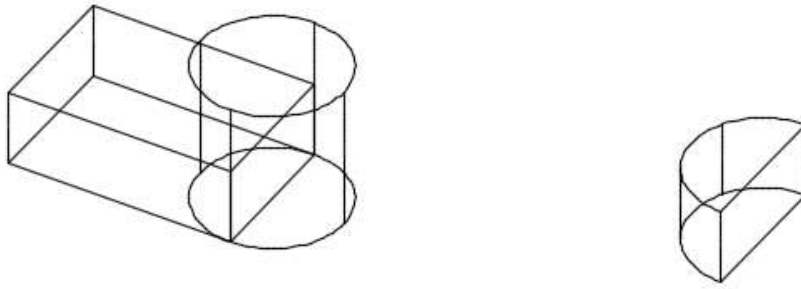

Рисунок 1.20 – Команда Пересечение
- Команда **Пересечение** строит трехмерное тело, занимающее объем, общий для двух или более пересекающихся тел. Непересекающиеся части объемов при этом удаляются из рисунка (рис.1.20). Иногда AutoCAD выдает сообщение – не создано ни одно твердое тело, удалено. Это происходит, если выбраны непересекающиеся объекты.